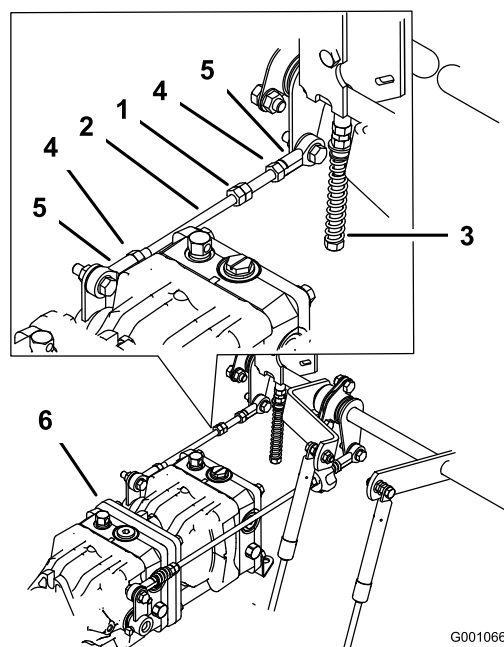

Figura 66
1. Allentate i dadi di bloccaggio ai giunti a sfera dell'asta di comando della pompa (Figura 66).
3. Regolate la lunghezza dell'asta della pompa facendo girare nella direzione opportuna i due dadi sull'asta, finché la ruota si ferma o si sposta leggermente indietro (Figura 66).
6. Serrate i dadi di bloccaggio dei giunti a sfera (Figura 66).